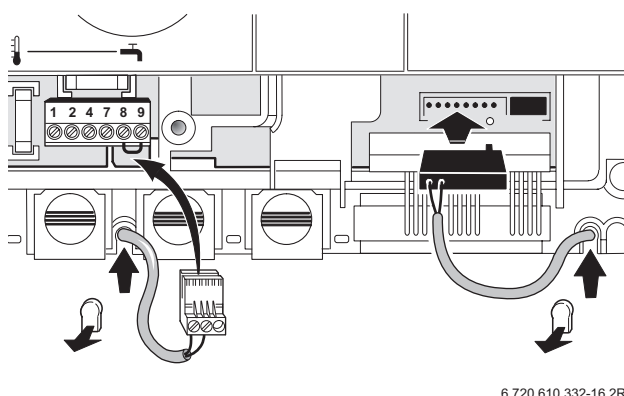

Fig. 24
- ▶ Utilizzare il sensore dell'acqua calda sanitaria SF 3, codice ordine 8 714 500 034 (sensore Ø 6 mm), fig. 24.